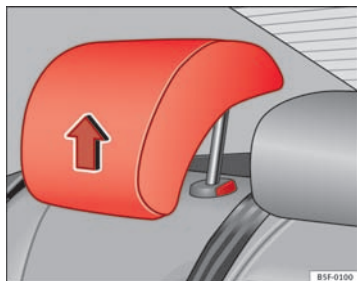

Fig. 5 Hovedstøtte i brugsposition
- **Position, når den er i brug** (hovedstøtte i hævet position) ⇒ Fig. 5 I denne position fungerer hovedstøtten som en almindelig hovedstøtte, og sammen med sikkerhedsselen beskytter den bagdepassageren.